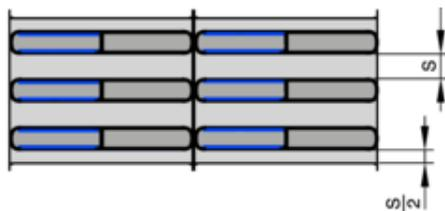
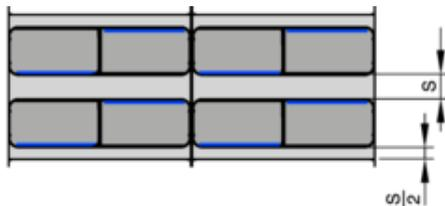

Fig. 22 : Panneaux de résonance opposés
Fig. 23 : Tôles de résonance opposées
- La dimension (H) est égale à la hauteur libre du conduit.
- La longueur de la gaine doit être au moins égale à la somme des longueurs des baffles (L).
- Ne placez que des baffles de même longueur (L) côte à côte ou l'un sur l'autre.
- La disposition des panneaux de résonance (Fig. 22 , Fig. 23) doit être la même sur toute la longueur.
- L'air doit traverser le silencieux parallèlement à la longueur du baffle (L) ; la hauteur du baffle (H) et la longueur du baffle (L) ne doivent pas être interchangeables.